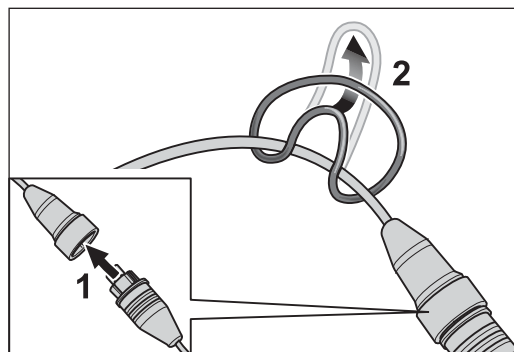
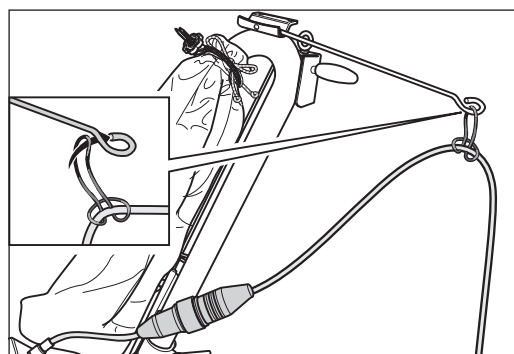

Abb. 13 Das Motorkabel mit dem Verlängerungskabel verbinden (1). Den Zugentlastungsring am Verlängerungskabel befestigen (2).
Abb. 14 Das Verlängerungskabel am Staubsack vorbeiführen und den Zugentlastungsring an der Kabelstütze eingehängen.
- 2 Stecken Sie den Stecker vom Motorkabel in die Kupplung des Verlängerungskabels (Abb. 13, 1).
- 3 Befestigen Sie den Zugentlastungsring am Verlängerungskabel (Abb. 13, 2). Führen Sie das Verlängerungskabel am Staubsack vorbei und hängen Sie den Zugentlastungsring am der Kabelstütze ein (Abb. 14).